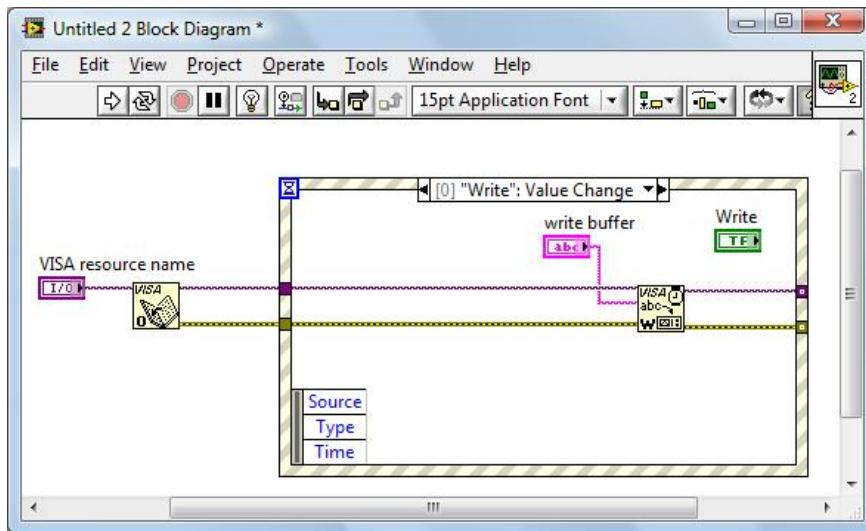

图 4-3-3
9. 右键 VISA Write 的 write buffer 接线端, 在快捷键菜单中选择 Create>>Control 来创建一个输入控件 write buffer。如图 4-3-3 所示。